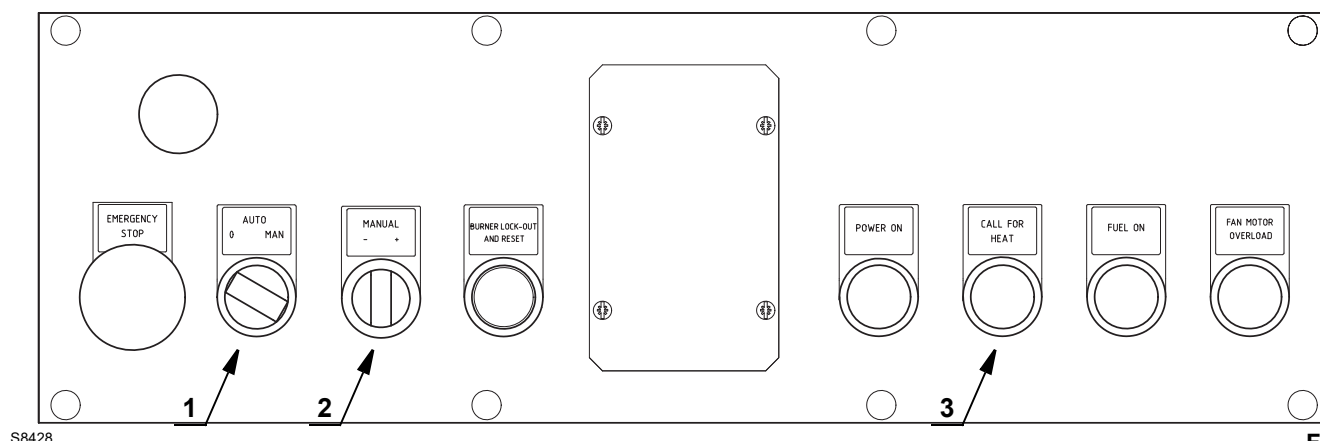

Fig. 27
Fermer les télécommandes et mettre le sélecteur 1)(Fig. 27) sur "AUTO".
À la fermeture du thermostat limite (TL), il faut allumer le signal de demande de chaleur "CALL FOR HEAT" 3)(Fig. 27) et le brûleur commence le cycle de démarrage.
Tourner le sélecteur 2 (Fig. 27) "diminution de puissance" et le maintenir tourné vers le "-" jusqu'à ce que le servomoteur ait fermé le volet d'air et le papillon gaz à 45° (réglage en usine).
Le passage d'une position à la suivante s'obtient en maintenant le sélecteur 2)(Fig. 27) appuyé sur le symbole "+" ou "-".